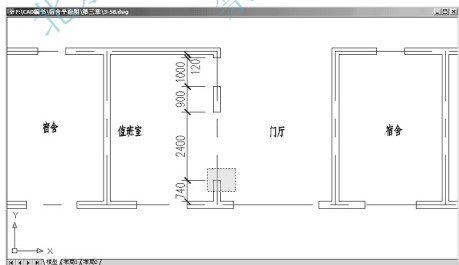
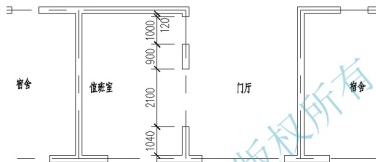

图 3.62 选择被拉伸的对象
图 3.63 改变窗洞口的尺寸
(1) 将视图调整至如图 3.62 所示的状态。
(2) 单击【修改】工具栏上的【拉伸】图标或在命令行输入“S”并按 Enter 键，启动【拉伸】命令。
- ① 在**选择对象**：提示下，用交叉选方式选择如图 3.62 所示的“窗洞口”下侧的墙线。
- ② 按 Enter 键进入下一步。
- ③ 在**指定基点或位移**：提示下，在绘图区单击任意一点作为拉伸的基点。
- ④ 在**指定第二个点或 <使用第一个点作为位移>**：提示下，打开【正交】功能，将光标垂直向上拖动，输入“300”，表示将“窗洞口”下侧的墙段向上加长 300mm，那么“窗洞口”的宽度则向上减少 300mm。
- ⑤ 按 Enter 键结束命令，结果如图 3.63 所示。
- 观察图 3.63，可以理解尺寸标注和图形的联动关系，将“窗洞口”的大小由“2400”修改成“2100”，其尺寸标注也自动发生了变化。